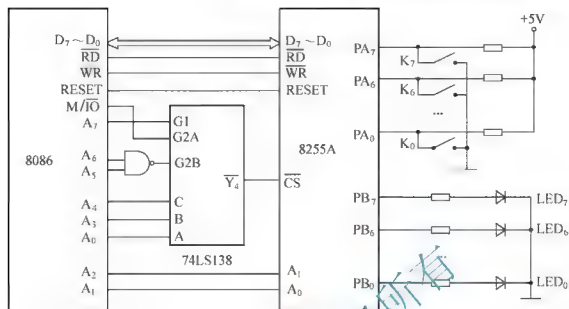

图 7.63 习题 2 图
2. 图 7.63 当 $A_7A_6A_5=111$, $A_4A_3A_0=100$ 时, $Y_4=0$, 选中 8255A。求 8255A 四个端口的 8 位地址; 电路功能为开关 $K_7\sim K_0$ 随时控制 LED₇~LED₀ 的亮灭, 试编写程序实现功能。